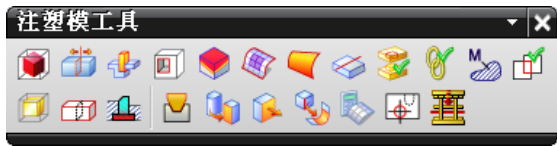

图 10-18 【注塑模工具】工具栏
(1) 在注塑模设计模块工具栏中单击【注塑模工具】图标, 弹出如图 10-18 所示
(2) 下面对产品通孔表面进行修补，修补过程中要根据孔的锥度和脱模时塑件应留在动模的原则，而决定修补上表面还是下表面。单击图 10-18 所示的【注塑模工具】工具栏中的【边缘修补】按钮，弹出如图 10-19 所示的【边缘修补】对话框。